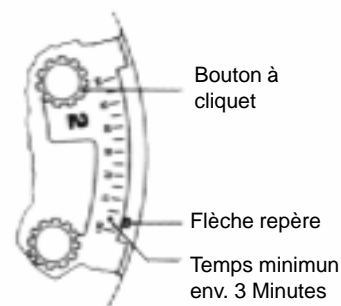

Figure 6
5. Régler le temps de chaque station (**TIME**) sur 5 minute. Voir Figure 6.